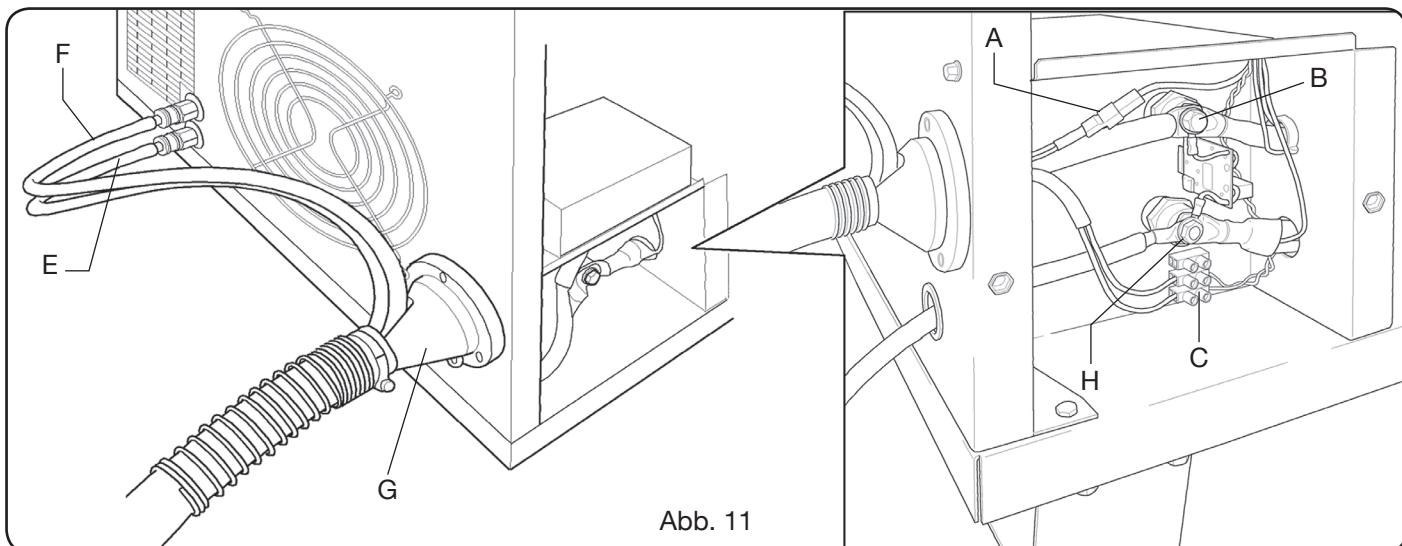

Abb. 11
- Anschließend die verschiedenen Verbindungsleitungen anschließen (Abb. 11).